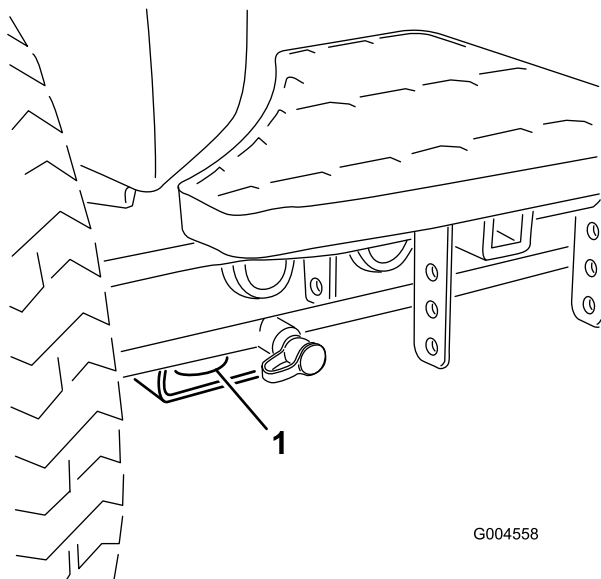
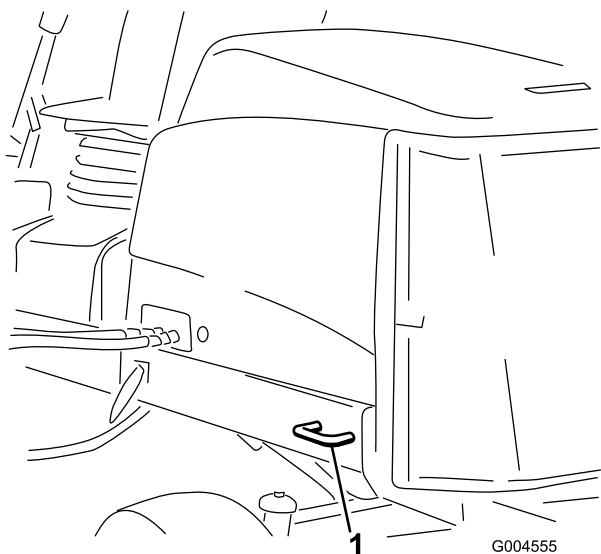

Figura 36
Figura 37
5. Utilice los puntos de amarre metálicos de la máquina para sujetar la máquina firmemente al remolque o al camión con correas, cadenas, cables o cuerdas (Figura 36 y Figura 37).
- Delantero – el orificio del bloque rectangular, debajo del tubo del eje, al interior de cada rueda delantera (Figura 36)
- Detrás – en cada lado de la máquina, en el bastidor trasero (Figura 37)